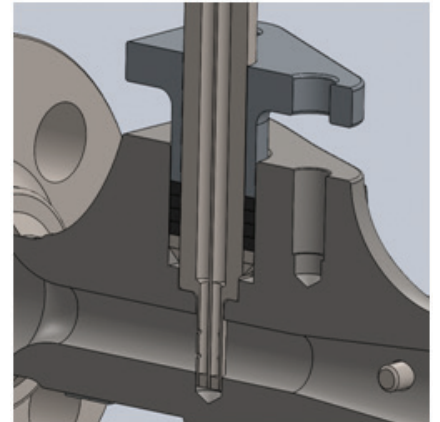

Figura 8. Instalación del último anillo de la empaquetadura
- Repita los pasos con cada anillo de la empaquetadura para que los cuatro anillos queden instalados como se muestra (consulte la figura 8).